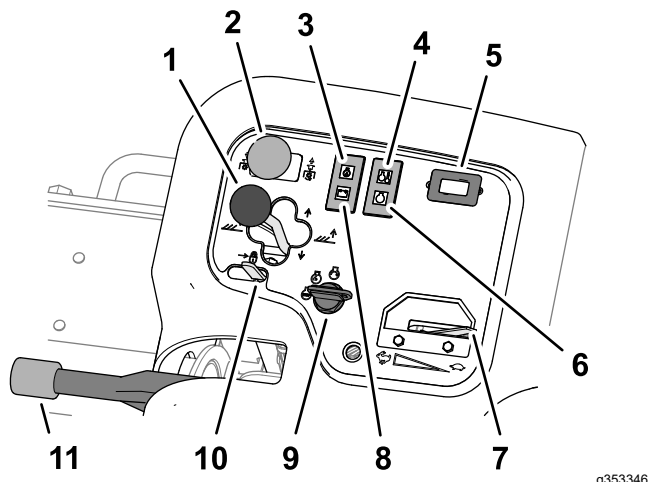

Figura 43
- Pentru a coborî unitățile de tăiere pe sol, împingeți în față joystick-ul pentru unitatea de tăiere, în poziția COBORÂRE (Figura 43).
Comutatorul de acionare pentru unitatea de tăiere (Figura 43) are 2 poziții: CUPLARE și DECUPLARE. Comutatorul basculant acționează o electrovalvă din blocul de valve pentru a antrena unitățile de tăiere.
Lampa de avertizare presiune ulei (Figura 43) se aprinde dacă presiunea uleiului de motor scade sub un nivel sigur.
Lampa de avertizare temperatură lichid de răcire pentru motor (Figura 43) e aprinde dacă temperatura lichidului de răcire pentru motor este ridicată. La această temperatură, unitățile de tăiere se opresc. Dacă temperatura lichidului de răcire crește cu încă 5,5 °C, motorul se oprește pentru a preveni deteriorări ulterioare.
Contorul orar (Figura 43) indică numărul total de ore de funcționare a mâinii. Contorul orar începe să funcționeze ori de câte ori rotii cheia de contact în poziția de pornire.
Indicatorul luminos cu privire la bujia incandescentă (Figura 43) se aprinde atunci când sunt activate bujiile incandescente.
Deplasați maneta de accelerație (Figura 43) spre față pentru a mări turaia motorului și spre spate pentru a reduce turaia motorului.
Indicatorul luminos pentru alternator (Figura 43) se stinge atunci când motorul este în funcțiune. Dacă se aprinde indicatorul luminos pentru alternator în timp ce motorul funcționează, verificați sistemul de încărcare și reparați-l dacă este necesar.
Utilizai cheia de contact (Figura 43) pentru a porni motorul și aprinde luminile. Cheia de contact are 3 poziții:
Deplasai elementul de blocare manetă de ridicare (Figura 43) în spate pentru a preveni căderea unităților de tăiere.
Oricând oprii motorul, cuplai frâna de parcare (Figura 43) pentru a preveni deplasarea accidentală a mainii. Pentru a cupla frâna de parcare, trageți în sus maneta; pentru a decupla frâna, împingeți în jos maneta.